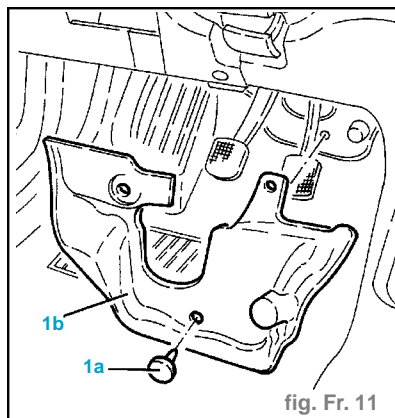

fig. Fr. 11
- Détacher le tuyau (3) de prise de dépression du servofrein.
- Détacher les tuyaux (4) du réservoir liquide freins-embayage au maître-cylindre, côté maître-cylindre.
- Depuis l'habitacle, déboîter les boutons en plastique (1a) et déposer la protection du pédalier (1b) (fig. Fr. 11).